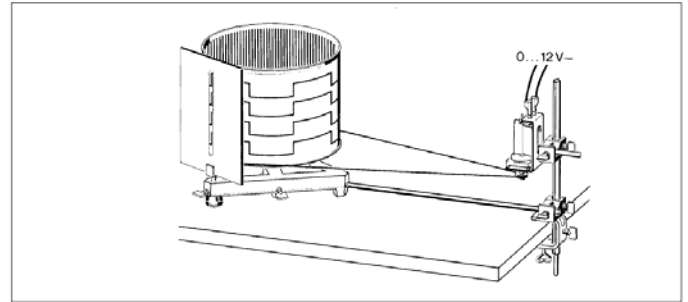

Abb. 3
Den Grundaufbau der Streifentrommel zeigt Abb. 3; die dafür verwendeten Teile sind aus der Geräteliste zu ersehen. Der Antrieb der Streifentrommel erfolgt von einem seitlich angeordneten Motor mit Getriebe. Die Trommel wird dazu auf einem Stativfuß aufgestellt, der Motor mit Tischklemme, Stativstange und Doppelmuffe an der Tischkante befestigt. In den Stativfuß schraubt man noch (nach Entfernen einer Schraube) eine Stativstange mit Gewindeansatz M10 und hält das andere Stangenende in einer weiteren Doppelmuffe am Motorstativ. Diese Vorrichtung dient zur Fixierung des Abstandes von Trommel und Motor, bei dem der über den unteren Trommelrand und die Motorschnurscheibe gelegte Antriebsriemen richtig gespannt ist. Trommel und Motor müssen außerdem in der Höhe so ausgerichtet sein, dass der Riemen waagerecht verläuft. Durch Ändern der Spannungsversorgung des Motors zwischen 0 und 12 V - können Trommel-Drehzahlen zwischen 0 und 150 pro Minute eingestellt werden. Die genaue Drehzahl errechnet man aus der Anzahl der Umdrehungen in einer zu messenden Zeitspanne (bei höheren Drehzahlen genügen z.B. 10 Sekunden). Eine auf den Rand der Trommel geklebte Marke - oder ein Stückchen Bindfaden, das bei jeder Umdrehung an die Hand schlägt - erleichtert die Zählung.
4.1 Test des menschlichen Reaktionsvermögens (Abb. 3)